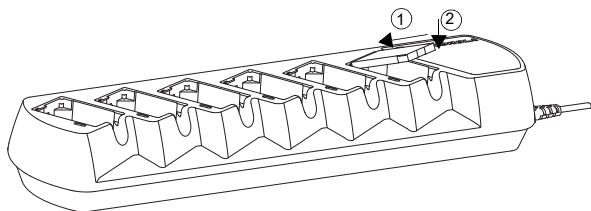
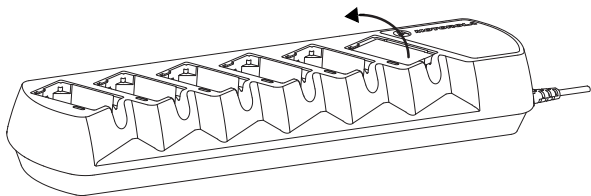

Figura 4: Inserimento della batteria nel vano del caricatore
Figura 5: Rimozione della batteria dal vano del caricatore
4. Per caricare solo la batteria, inserire la batteria nel vano del caricatore (vedere Figura 4 e Figura 5):